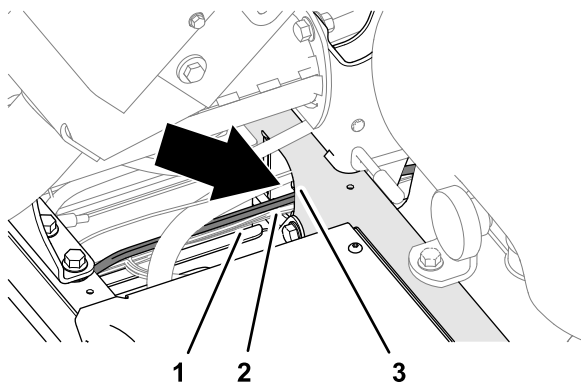

Рисунок 10
2. Проложите оставшуюся часть жгута проводов питания вдоль жгута проводов машины и через опорный швеллер (Рисунок 10).